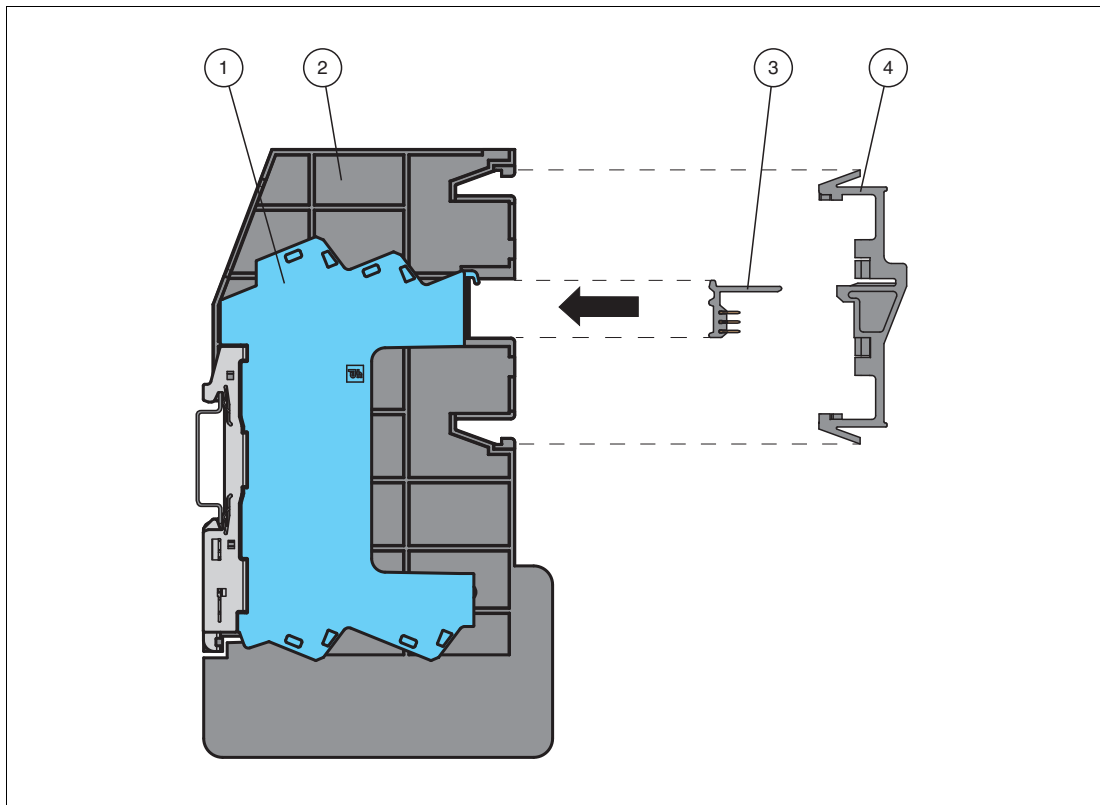

Abbildung 3.3 Montage des Universellen Power Rails
1. Das Universelle Power Rail (3) wird in einer Standardlänge von 0,8 m geliefert. Falls Sie eine andere Länge benötigen, kürzen Sie das Universelle Power Rail.
2. Legen Sie das Universelle Power Rail (3) in die Aufnahme am Basismodul (1) ein. Siehe Abbildung 3.3.
3. Fixieren Sie das Universelle Power Rail (3), indem Sie das Befestigungselement (4) der Trennwand (2) montieren.